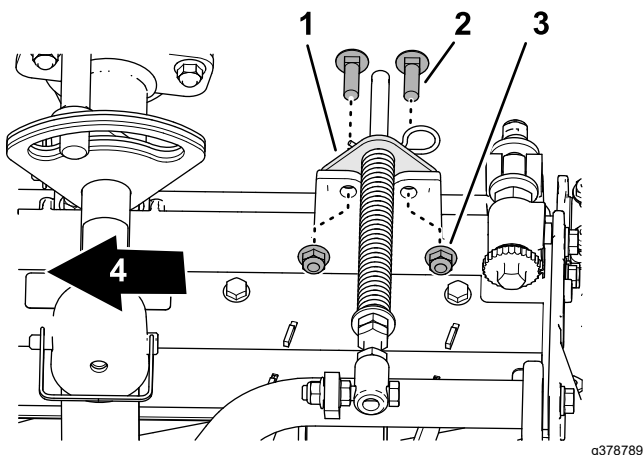

図 14
5. ターフ補正器ブラケットの穴を、カッティングユニットのフレームの穴に合わせる図 14。